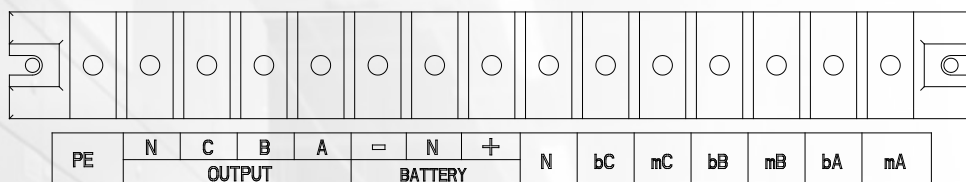

Рис. 3-11 Клеммы подключения для ИБП мощностью 10/20/30 кВА
Кабели могут входить в шкаф ИБП сбоку или снизу. Ввод кабеля осуществляется через заглушку, установленную в нижней части оборудования. Кабельный ввод показан на рис. 3-11.
2. Откройте заднюю дверцу шкафа и снимите пластмассовую крышку. Входная и выходная клеммы, клемма батареи и клемма защитного заземления показаны на рис. 3-11 и 3.12.